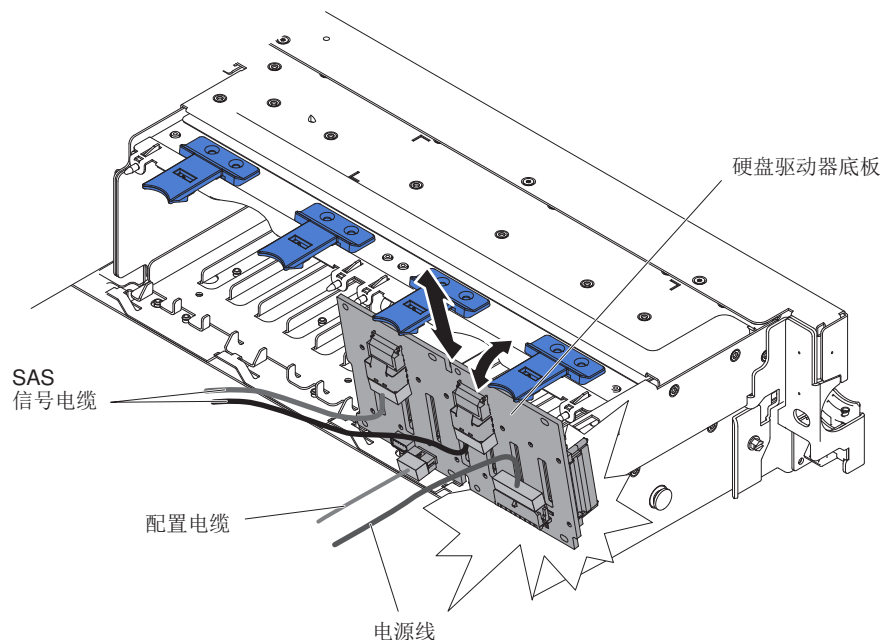

图 91. 2145-DH8 磁盘驱动器底板
6. 抬起两个前部卡口并朝服务器后部旋转底板组合件/底板，以卸下底板组合件/底板，如第 109 页的图 91 中所示。